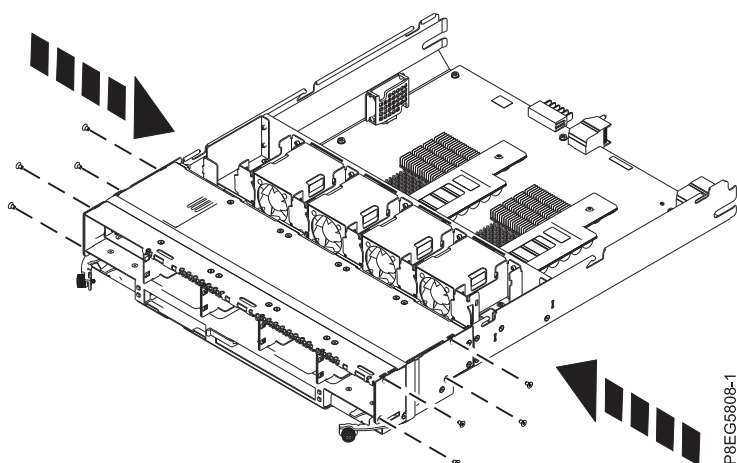

Abbildung 15. Schrauben einsetzen
3. Setzen Sie an beiden Seiten der RAID-Baugruppe mithilfe des Torx-Schraubendrehers T10 vier Schrauben ein. Siehe Abb. 15.